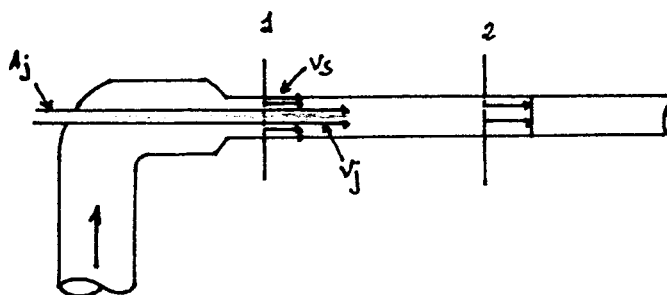

Figura P3.19
3.19 Um injector de água do escoamento primário com uma área $A_j = 0,05 \text{ ft}^2$ e uma velocidade $v_j = 90 \text{ ft s}^{-1}$, arrasta um escoamento secundário de velocidade $v_s = 10 \text{ ft s}^{-1}$ e uma área constante, $A = 0,6 \text{ ft}^2$ (figura P3.19). Na secção 2, a água está completamente misturada. Considerando um escoamento uni-dimensional e desprezando as tensões tangenciais nas paredes,